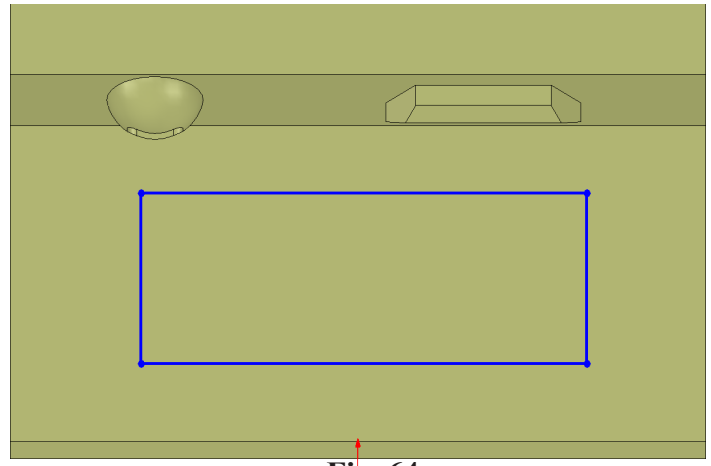

Fig. 64
Step 4. Sketch corner rectangle, **Fig. 64**.